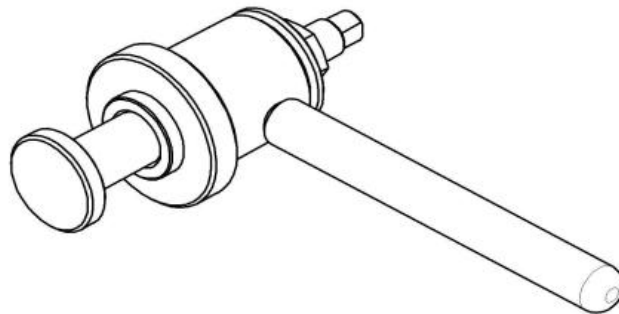

Рис. 11. Приспособление для запрессовки манжет.
- Используя приспособление манжет (см. рис. 11) установить манжету 1;